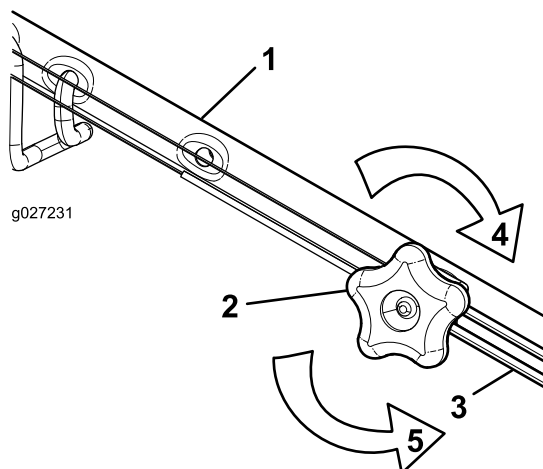

Figure 34
1. Tournez le bouton de réglage dans le sens antihoraire pour desserrer le réglage du câble (Figure 34).
2. Ajustez la tension du câble (Figure 34) en le tirant en arrière ou en le poussant en avant puis en le maintenant à cette position.